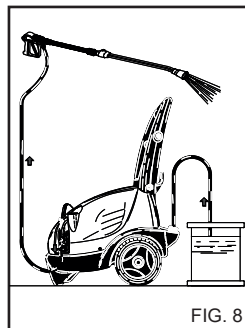

FIG. 8
Dopo l'uso di un detergente il circuito di aspirazione deve essere risciacquato con acqua pulita, (fig. 8).
1) Dopo l'uso con detergente, risciacquare il circuito di aspirazione; infilare il tubo di aspirazione (fig. 8) detergente in una tanica di acqua pulita e far funzionare la pompa per 1 minuto a rubinetto dosaggio completamente aperto e lancia in fase erogazione detergente.
- 4) Dopo l'uso con detergente, risciacquare il circuito di aspirazione; infilare il tubo di aspirazione (fig. 8) detergente in una tanica di acqua pulita e far funzionare la pompa per 1 minuto, e lancia in fase erogazione detergente.